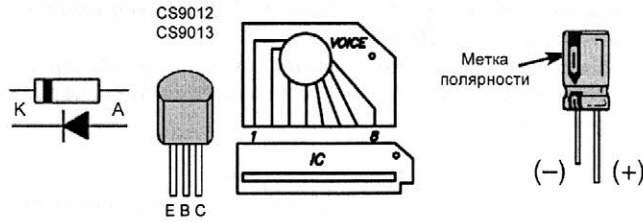

Рис.4 Цолевка элементов
**ПРИМЕЧАНИЕ:** Микросхема DA1 устанавливается в паз на печатной плате. Цоколевка элементов показана на **рис.4**.